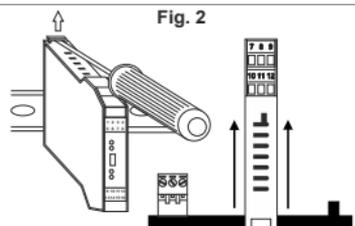

Fig. 2
1) Spostare verso l'esterno i due ganci sul lato posteriore del modulo come illustrato in Fig.2.
Come illustrato in Fig.2: